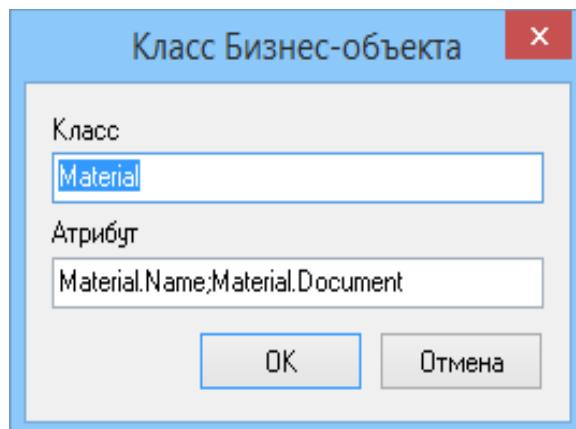

Рисунок 297. Пример ввода значений
7.2.3 В диалоговом окне «Класс Бизнес-объекта» заполнить поля значениями (рис. 297):